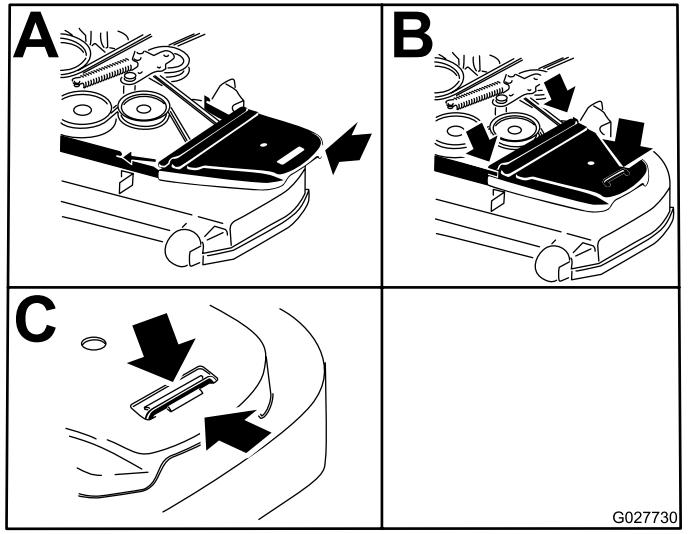

Bild 62
9. Bringen Sie die Riemenabdeckungen wieder an (Bild 62).